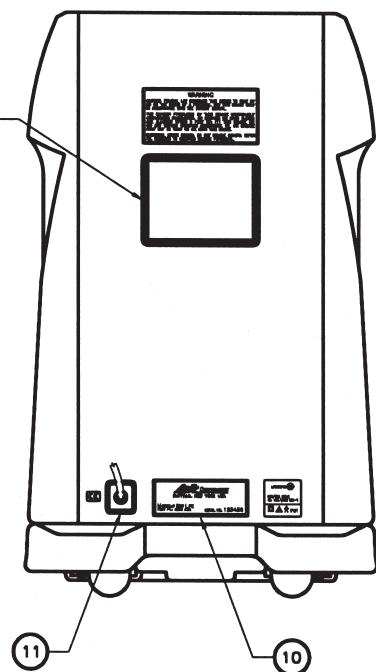

Fig. I.2
I. 2. Achterzijde (Fig. I.2) .....	3-NL
### I. 2. Achterzijde (Fig. I.2)